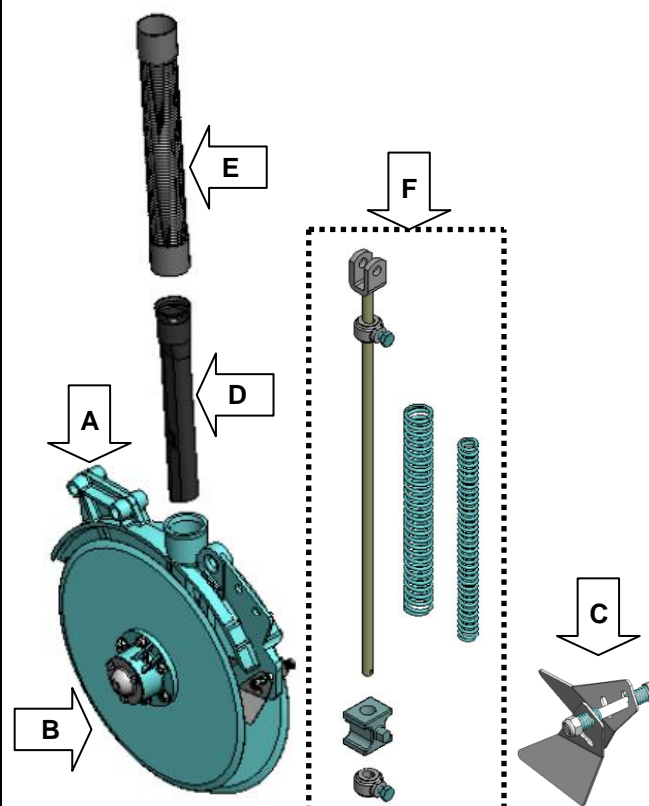

Figura 77
- Conjunto da haste reguladora de profundidade, equipada com molas duplas e buchas de fixação para a regulagem da profundidade de atuação do conjunto sobre o solo. (Figura 77).